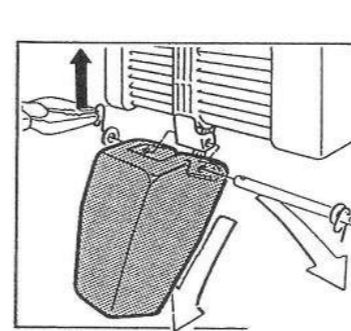

fig.85
4. Salire sulla scala o trabattello e con la pinza estrarre la coppiglia, estrarre il perno e portare a terra il raccoglicatena. (fig.85)